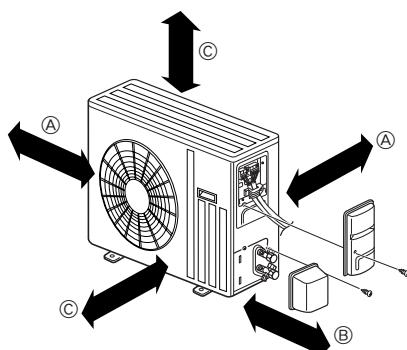

Fig. 3-2
3.2. Εξωτερική μονάδα (Fig. 3-2)